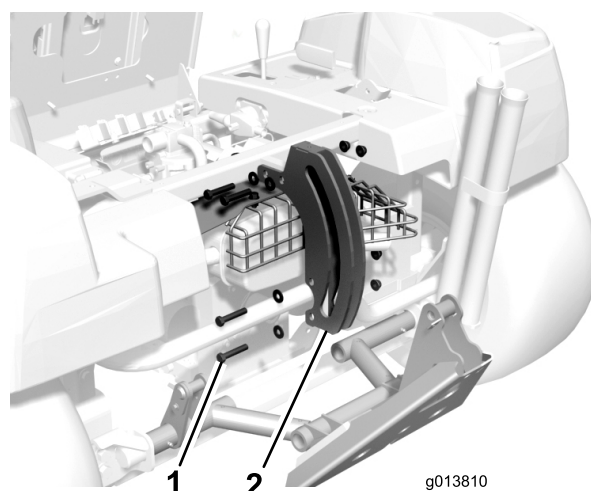

Figura 3
6. Retire los 4 pernos, las arandelas y las tuercas con arandela prensada que sujetan la chapa del rodillo al bastidor (Figura 3). Guarde la chapa del rodillo y los herrajes.